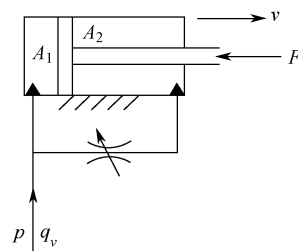

图 1-3-7
5. 如图 1-3-7 所示液压传动，液压缸无杆腔有效作用面积  $A_1=0.02\text{m}^2$ ，有杆腔有效作用面积  $A_2=0.015\text{m}^2$ ，节流阀两端的压力差为  $\Delta p=1\text{MPa}$ ，通过节流阀的流量  $q_{\text{节}}=5\text{L/min}$ ，液压缸克服的负载  $F=10\text{kN}$ ，其他各种损失不计。试计算：